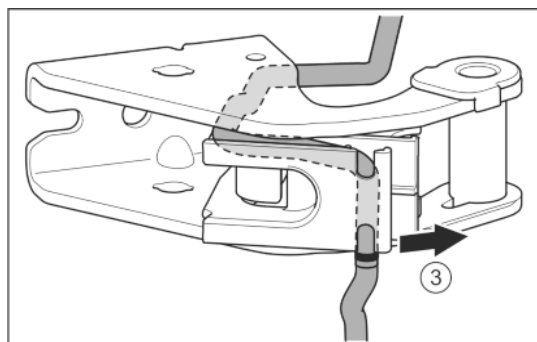

Fig. 29
- ▶ Витягніть кабель з направляючої. Fig. 29 (3)